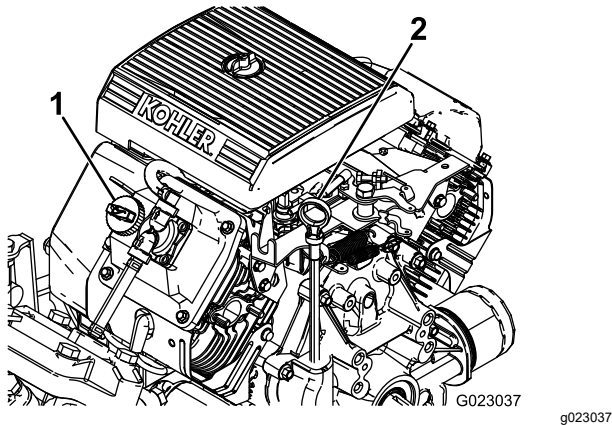

Figura 10
2. Retire la varilla y límpiela con un trapo limpio (Figura 10).
4. Si el nivel de aceite es bajo, retire el tapón de llenado de la cubierta de la válvula (Figura 10) y añada aceite por el orificio hasta que el nivel llegue a la marca LLENO de la varilla; el tipo y la viscosidad correctos figuran en la sección Mantenimiento del aceite de motor \(página 52\).